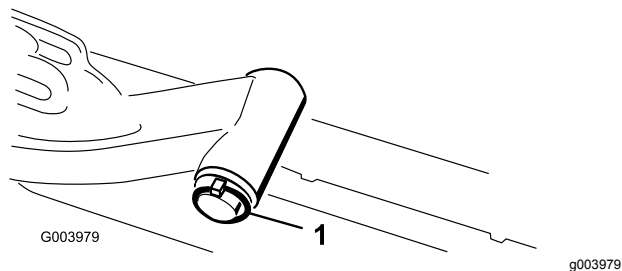

**Figura 10**
8. Per gli elementi di taglio anteriori, infilate un elemento di taglio sotto il braccio di sollevamento mentre inserite l'albero del telaio portante nella forcella di articolazione del braccio di sollevamento (Figura 10).
- B. Inserite la forcella del braccio di sollevamento nell'albero del telaio portante (Figura 10).